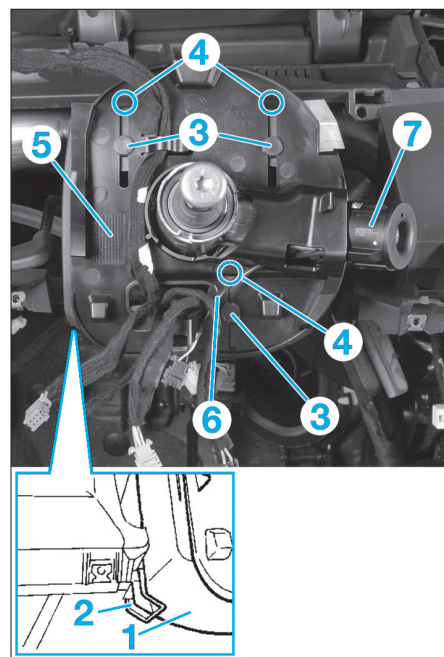

Fig. 5
- Dégrafer l'habillage (1) des glissières (2) (Fig.5).